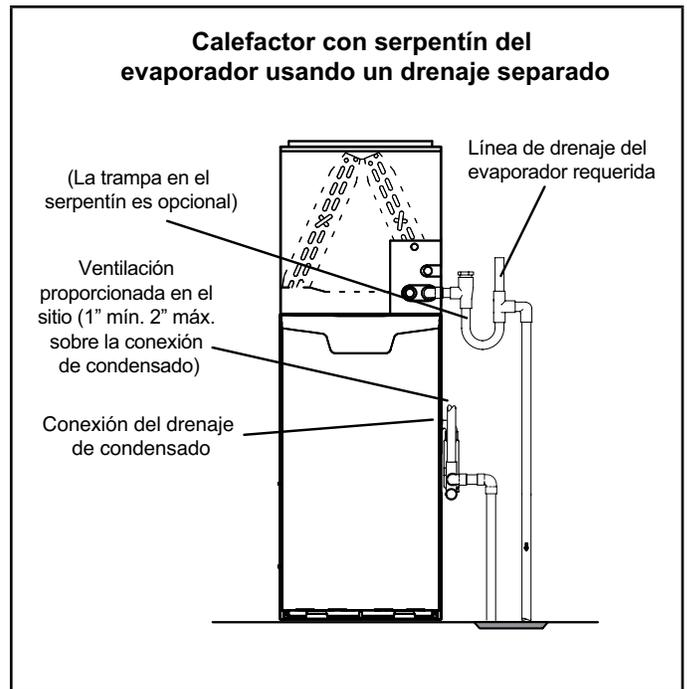

**FIGURA 40**
- NOTA** - Se puede usar un tubo de tamaño apropiado y un accesorio de asas para el drenaje de condensado. Conéctelos al drenaje en la trampa con una abrazadera de manguera. Ver la FIGURA 40.